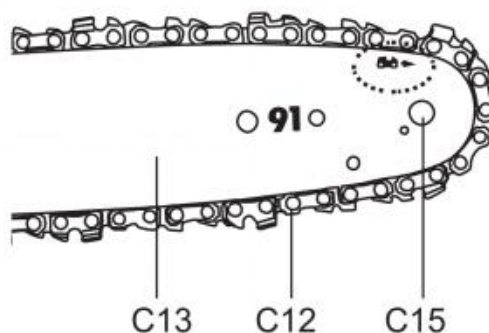

Fig. 11
7) Ruch łańcucha piły jest zgodny ze wskazaniem strzałki (rys. 11).
Upewnij się, że łańcuch piły (C12) jest prawidłowo założony na koło zębate (C15) prowadnicy (C13). (Rys. 11)